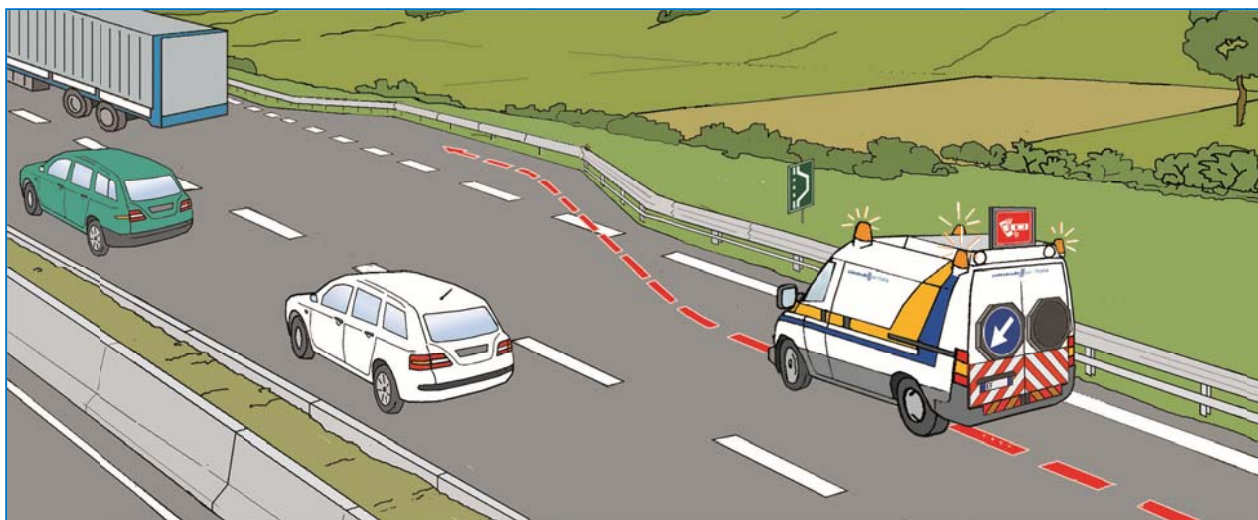

Fig. 17
- accendere l'indicatore di direzione obbligatoria sx, rallentare e, una volta raggiunta la velocità di circa 50 km/h, attivare il PMV sollevabile inserendo il mezzo nella piazzola o nello spazio precedentemente individuato (fig.17)